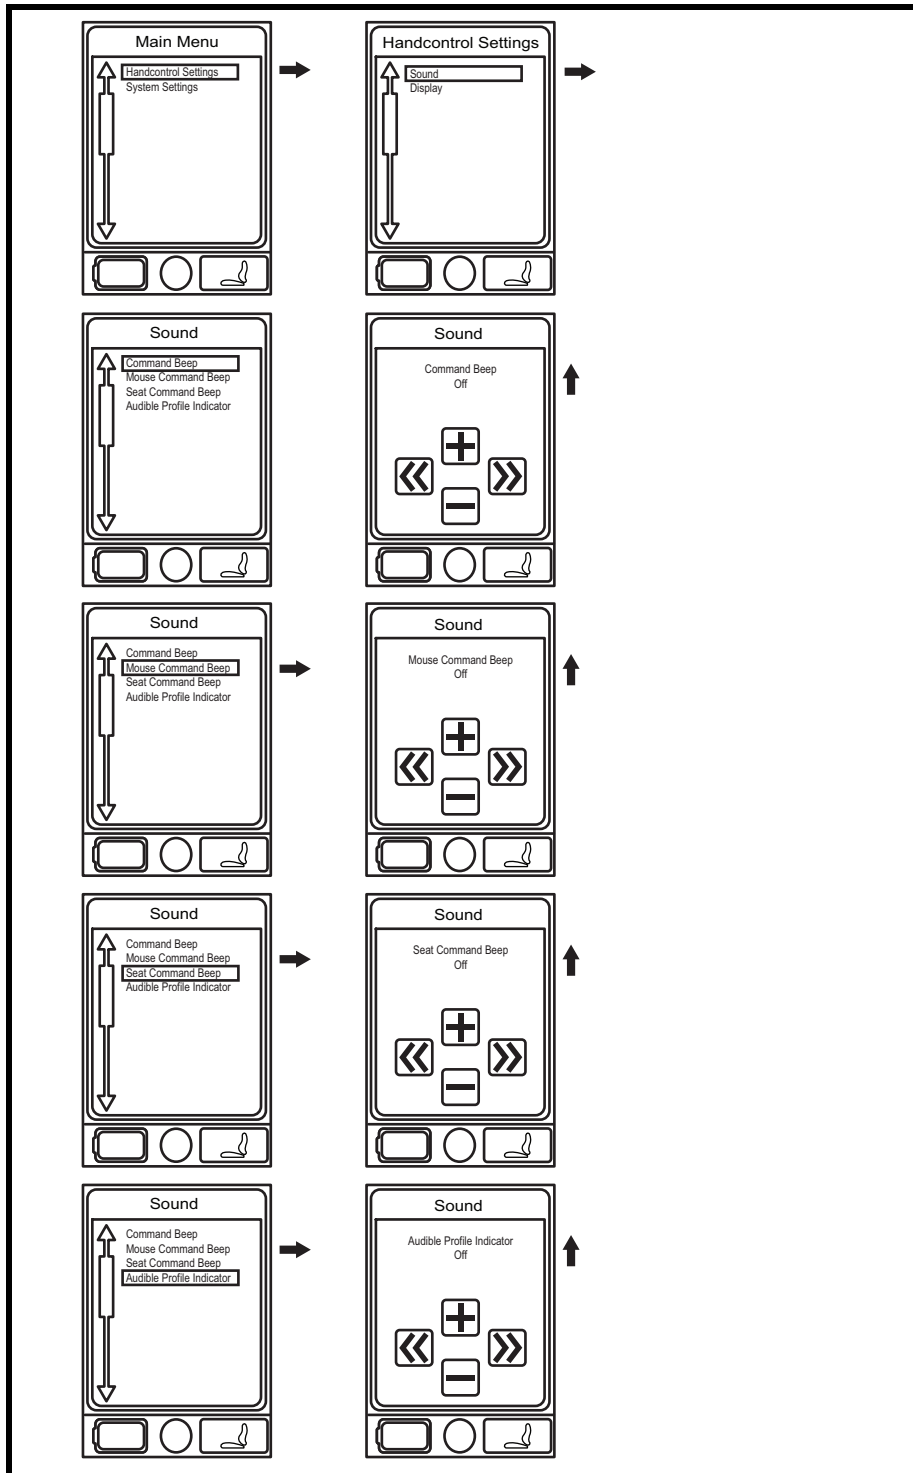

Figuur 2A. Menuschermen
2. Druk op de menuknop voor toegang tot het hoofdmenuscherm. **Zie figuur 2A.**
3. Gebruik de joystick om de instellingenoptie voor handmatige bediening te markeren en druk de joystick vervolgens naar rechts om die functie te selecteren. **Zie figuur 2A.**
6. Druk de joystick omhoog totdat de gewenste taal wordt weergegeven. **Zie figuur 2A.**